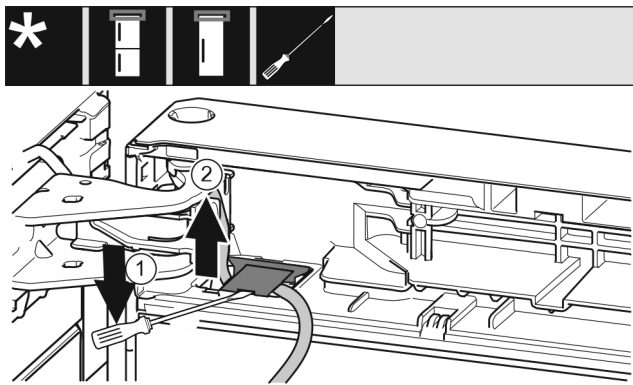

Fig. 21
- ▶ Met de sleufschroevendraaier de afdekking optillen en eruit trekken. Fig. 21 (1)
- ▶ De kabel er uittrekken. Fig. 21 (2)